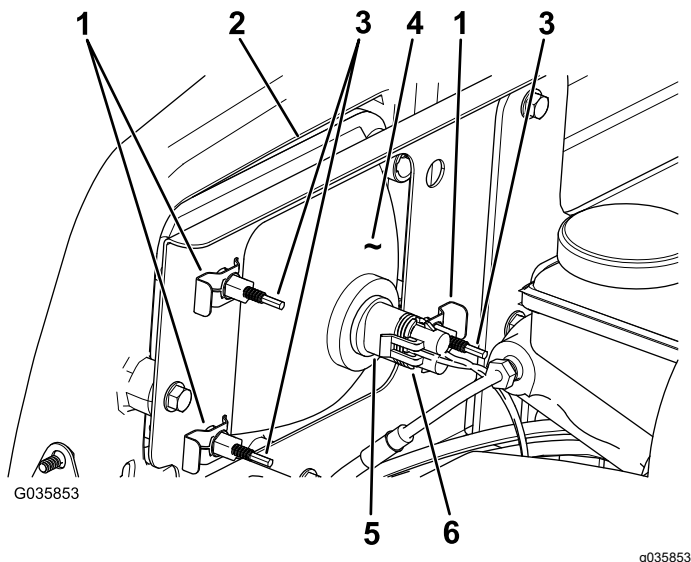

Figura 53
8. Conecte el conector eléctrico del arnés de cables al conector del conjunto de la lámpara (Figura 53).
3. Desconecte el conector eléctrico del arnés de cables del conector del conjunto de la lámpara (Figura 53).
2. En la parte trasera del faro, gire los tornillos de ajuste (Figura 53) para pivotar el conjunto y ajustar de la posición del haz de luz.
4. Retire los conectores rápidos que sujetan el faro al soporte del faro (Figura 53).
5. Retire el faro desplazándolo hacia adelante y pasándolo por el hueco del parachoques delantero (Figura 53).
6. Introduzca el faro nuevo a través del hueco del parachoques (Figura 53).